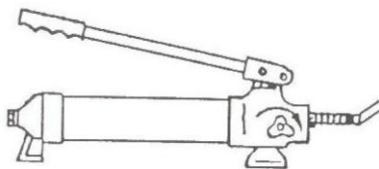

Рис.1
2. Плотно закройте выпускной клапан (A), повернув его по часовой стрелке. (см. рис. 1)
3. Подайте давление на насос (B), поднимая и опуская рукоятку несколько раз.(см. рис. 1)